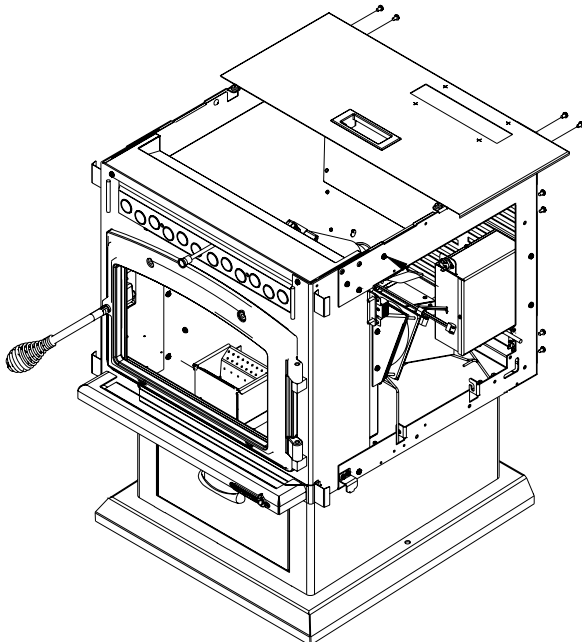

Figure 9
- 3- Installer le couvercle de la trémie en vissant les pentures avec 2 vis par penture.(Figure 9)